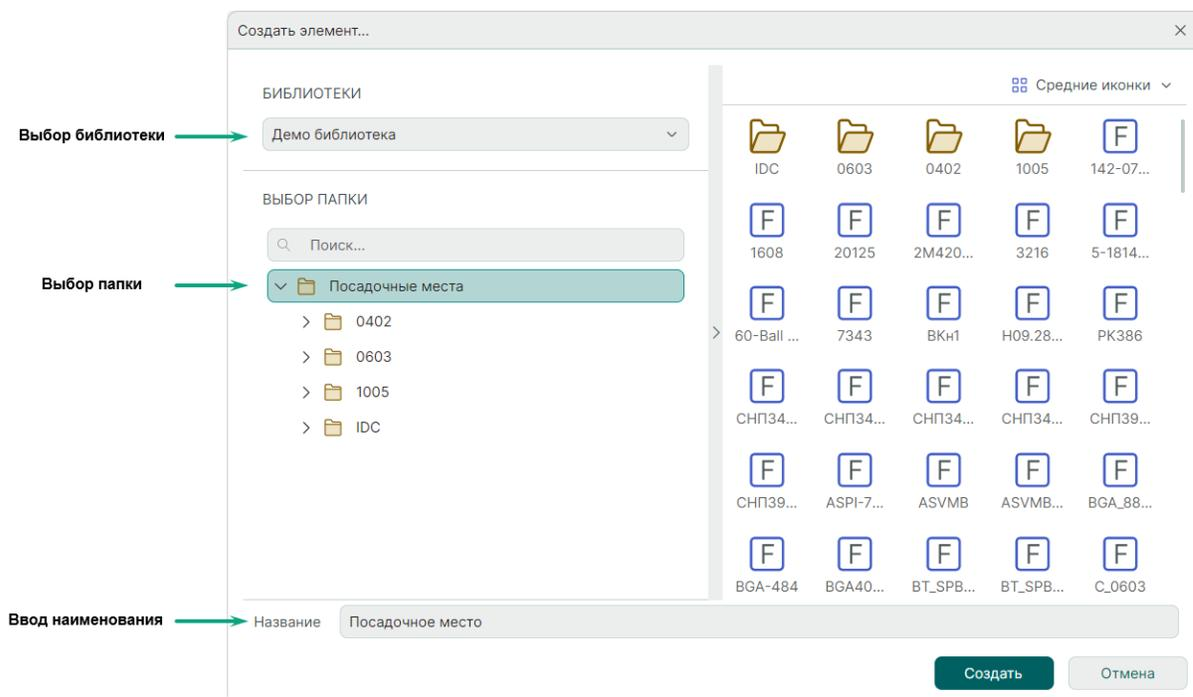

Рис. 75 Выбор библиотеки, папки и наименования посадочного места
1.2. В окне «Создать элемент» заполните поля и выберите необходимые элементы, см. Рис. 75.